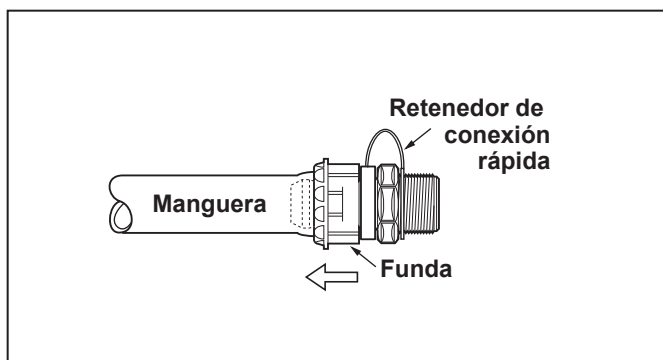

Figura 6. Instale el broche de retención
5. Sosteniendo la manguera en su lugar, jale y gire la funda de la conexión rápida sobre la manguera, lo más lejos posible. Encaje el broche en su lugar. Véase Figura 6.
NOTA El broche de retención debe estar instalado. Si la funda no puede ubicarse sobre la conexión rápida para permitir que el broche de retención se deslice hasta su lugar, consulte la Figura 6. Humedezca la parte interior de la manguera con agua limpia y vuelva a intentarlo.
1. Verifique que la instalación sea correcta. Consulte la Figura 6.